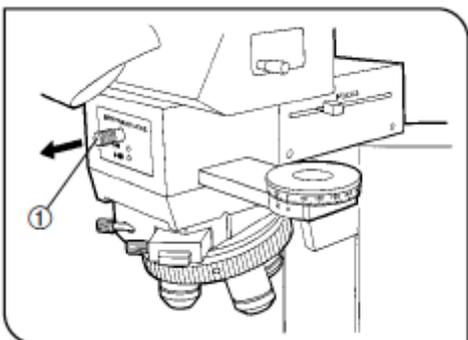

图 23
1. 拔出 Bertrand 镜头旋钮①到出 (○) 位置 (图 23)。